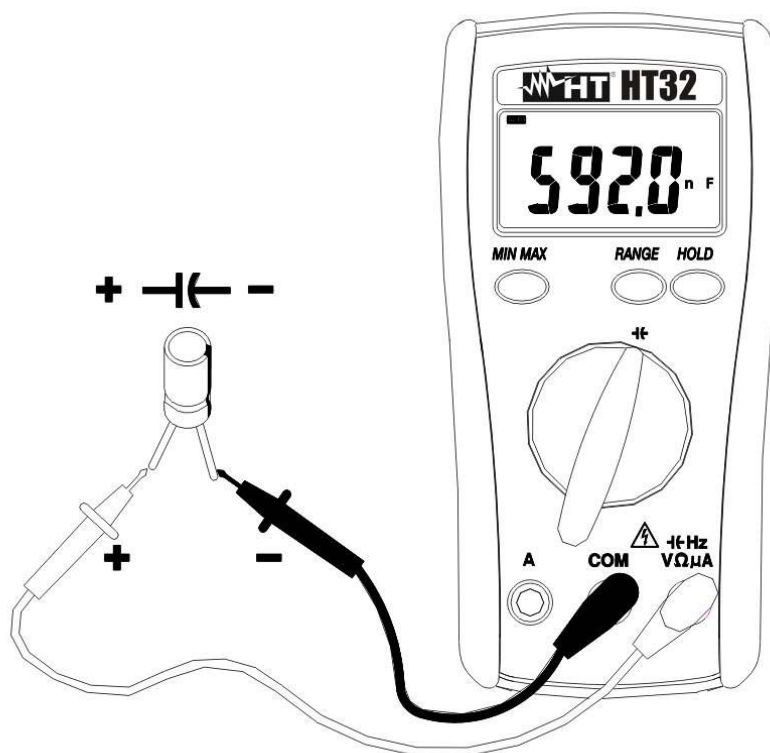

Fig. 9: Misura di Capacità
2. Inserire il cavo rosso nel terminale di ingresso $\twoheadrightarrow$ **H_zV Ω μ A** ed il cavo nero nel terminale di ingresso **COM** (vedere la Fig. 9).